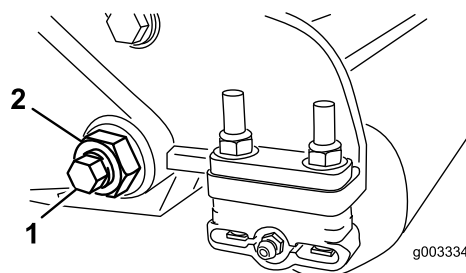
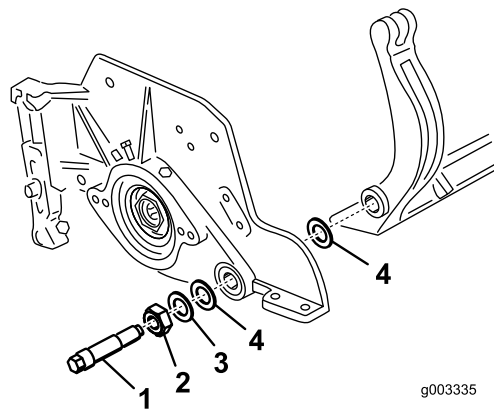

Figure 31
Figure 32
3. De chaque côté de la machine, desserrez le contre-écrou de fixation du boulon de la barre d'appui (Figure 31).
4. Retirez les boulons de la barre d'appui afin de pouvoir abaisser la barre et la déposer du boulon de la machine (Figure 31). Mettez de côté 2 rondelles en nylon et 1 rondelle en acier estampé à chaque extrémité de la barre d'appui (Figure 32).
4. Placez une rondelle en acier à l'extérieur de chaque rondelle en nylon (Figure 32).
Serrez les boulons de la barre d'appui à un couple de 27 à 36 N m. Serrez les contre-écrous jusqu'à ce que les rondelles d'acier extérieures cessent de tourner et que le jeu axial soit supprimé, mais ne serrez pas excessivement et ne faites pas fléchir les plaques latérales. Les rondelles peuvent présenter un espace à l'intérieur (Figure 32).